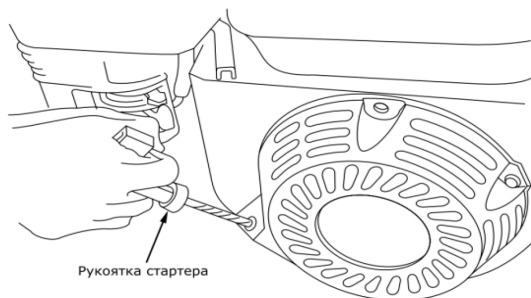

Рис. 12
- Проверните коленчатый вал двигателя ручным стартером до тех пор, пока не почувствуете сопротивление, затем медленно опустите ручку стартера вниз. Снова медленно потяните за ручку стартера, пока не почувствуете, что стартер вошел в зацепление с маховиком, после чего, резко и с усилием потяните за ручку стартера и запустите двигатель (рис. 12). При необходимости повторите.